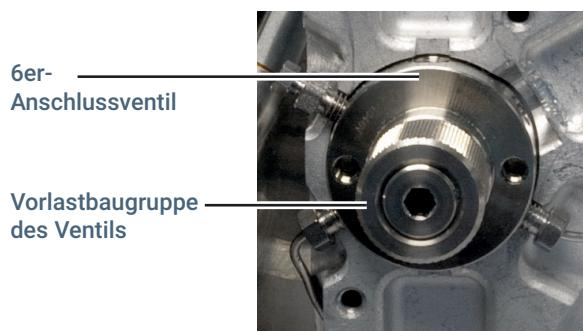

Abb.23. Vorlastbaugruppe des Ventils
- 6 Schrauben Sie mit der einen Hand die Vorlastbaugruppe an der Vorderseite des Ventils ab (Abbildung 23).